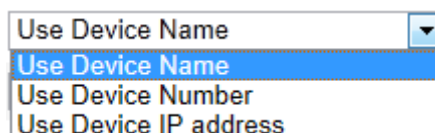

Figure 6-51 Répertoire parent
- ◆ **Parent directory** (répertoire parent) : Les fichiers sont enregistrés dans un dossier du serveur FTP. Vous pouvez nommer le dossier selon la méthode de la Figure 6-51.